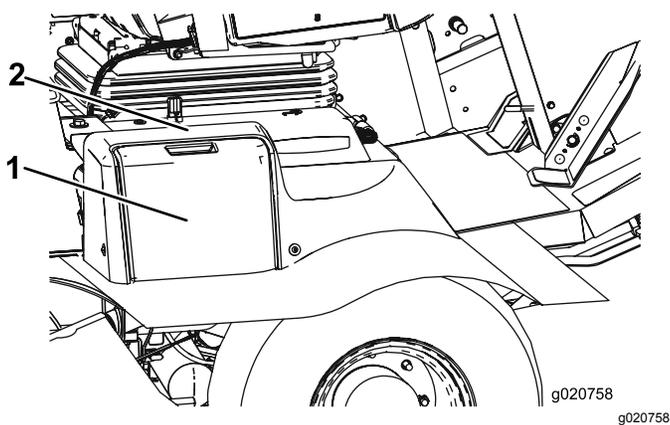

Рисунок 59
1. Откройте крышку аккумуляторной батареи сбоку на кожухе (Рисунок 59).
Примечание: Нажмите на плоскую поверхность над крышкой аккумуляторной батареи, чтобы облегчить снятие крышки (Рисунок 59).